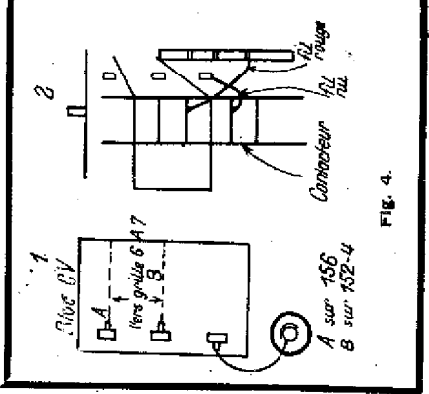

Fig. 4.
- 2° Coucher les cosses du C. V. selon schéma 1 (fig. 4), de façon à écarter les deux connexions le plus possible. Remède efficace dans la plupart des cas.
Les deux connexions repérées sur le schéma 2 (fig. 4) sont à écarter. Sur la fabrication actuelle, ce fil qui part de la cosse C. V. est séparé du deuxième par un blindage.